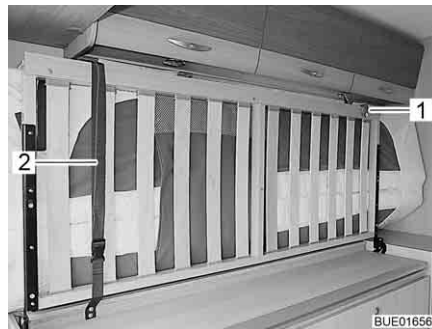

Fig. 10 Cama, abatida a un lado
■ Cuando la cama esté plegada hacia el lado, retener la cama con el cinturón de retención (Fig. 10,2) y la cinta de seguridad (Fig. 10,1).